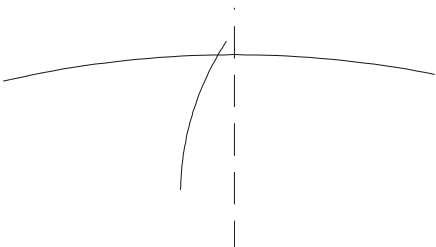

图 10-2-2
STEP 03 使用 ARC 命令绘制单个轮齿的齿形轮廓,如图 10-2-2 所示。其具体操作如下: